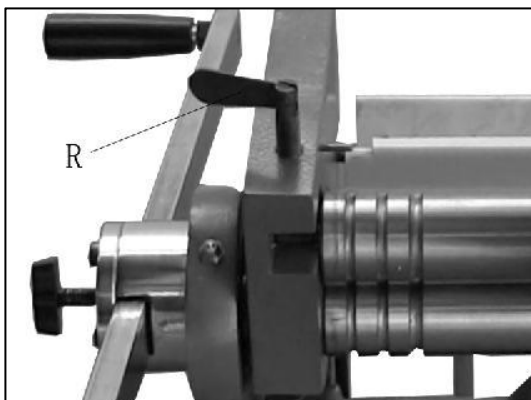

Figura 12
17. Afloje el perno (R, Figura 12)
20. Vuelva a instalar el rodillo superior y apriete el perno (R, Figura 12).